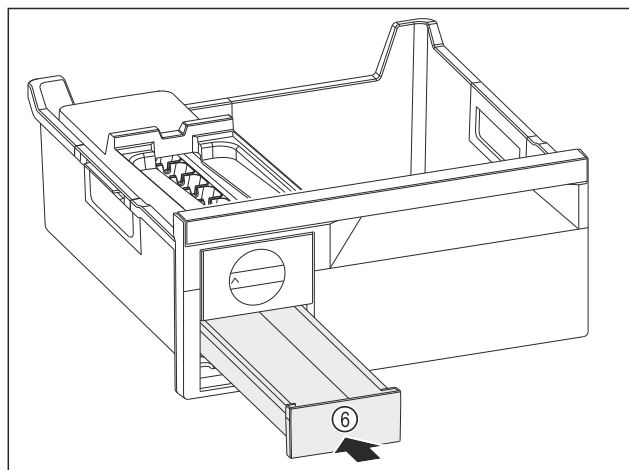

Fig. 122
- ▶ Skjut in iskublådan Fig. 122 (6).